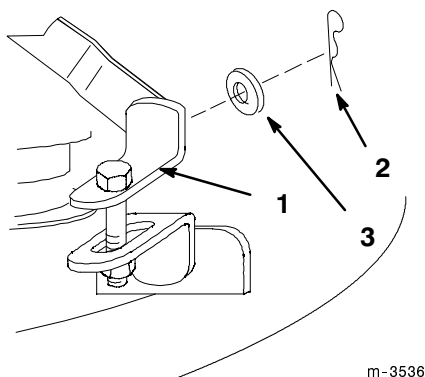

Figure 15
4. Enlevez la goupille fendue élastique de 1-7/16" et la rondelle de 3/8" sur la bielle réglable avant, puis déposez-la du bras de relevage avant (Fig. 15).